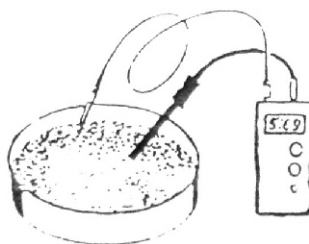
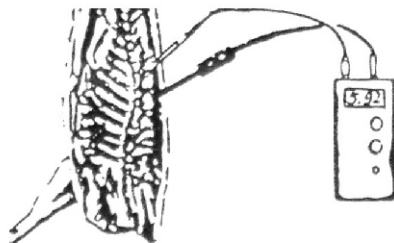

Рис. 9.
Рис. 10.
8.2. Поместить рН-электрод и температурный датчик в исследуемый продукт или раствор (рис.9 и рис.10)